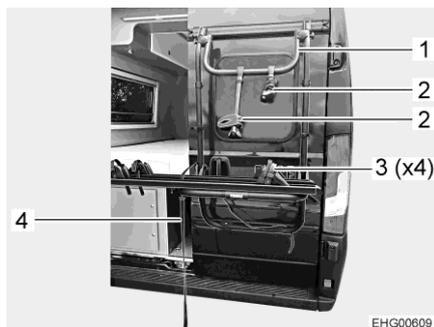

Fig. 1 Portabiciclette
- Aprire la cinghia di chiusura (Fig. 1,4).
- Posizionare la bicicletta sulla guida e fissarla alla staffa di supporto (Fig. 1,1) con il braccio di fermo (Fig. 1,2).
- Fissare alla guida per le ruote la ruota anteriore e quella posteriore, ciascuna con un nastro tenditore (Fig. 1,3).
- Chiudere la cinghia di chiusura (Fig. 1,4).